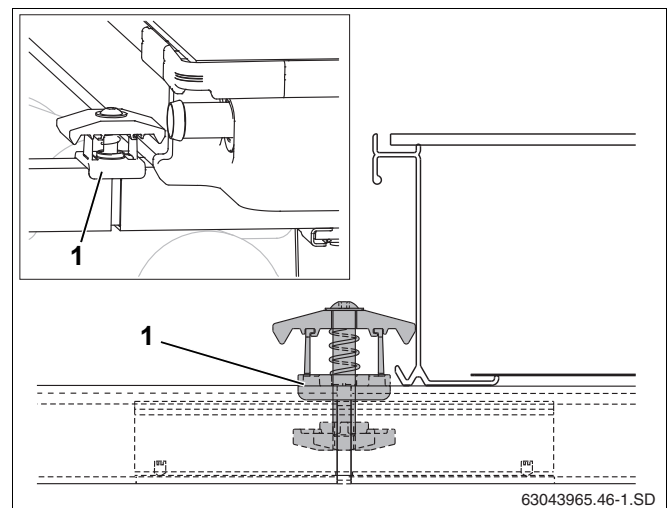

Рис. 45 Установка двухстороннего зажима
- Установите двухсторонний зажим гайкой вниз в отверстие профильной рейки и соединительной вставки так, чтобы пластмассовая распорка (рис. 45, поз. 1) охватывала профильную рейку.